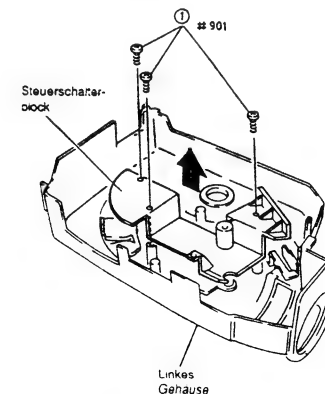

Abb. 2-26
- 1) Drei (3) Befestigungsschrauben des Steuerschalterblocks entfernen (siehe Abb. 2-26).